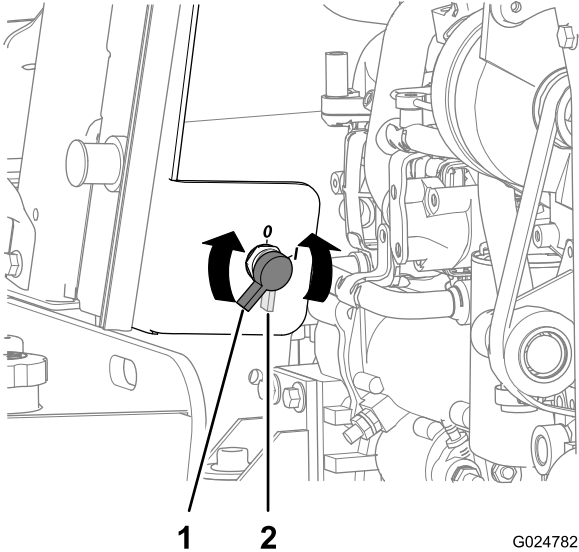

Figure 80
2. Branchez le câble positif du chargeur de batterie à la borne positive de la batterie (Figure 80).
2. Tournez le coupe-batterie dans le sens antihoraire en position désactivée (Figure 80).
8. Tournez le coupe-batterie dans le sens horaire à la position activée (Figure 80).